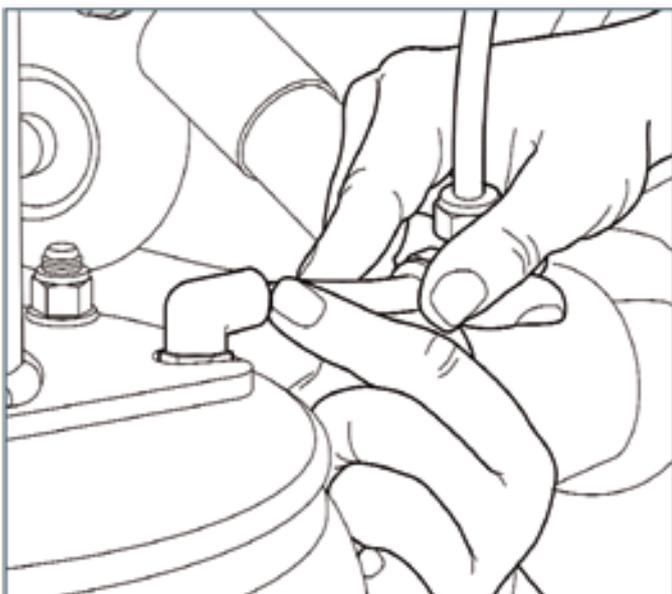

Abb. 4.10
6. Schließen Sie die Druckluftleitung an (Abb. 4.10).